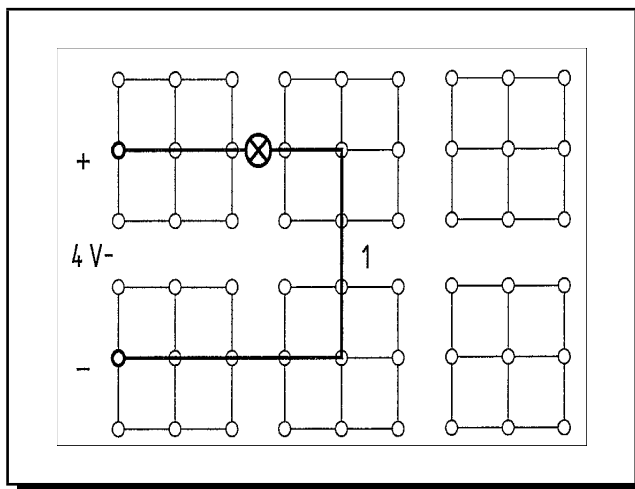

Figura 3.11: Conexión en serie de dos lámparas parte 1
- 1 Realizar el montaje de la Figura 3.11.